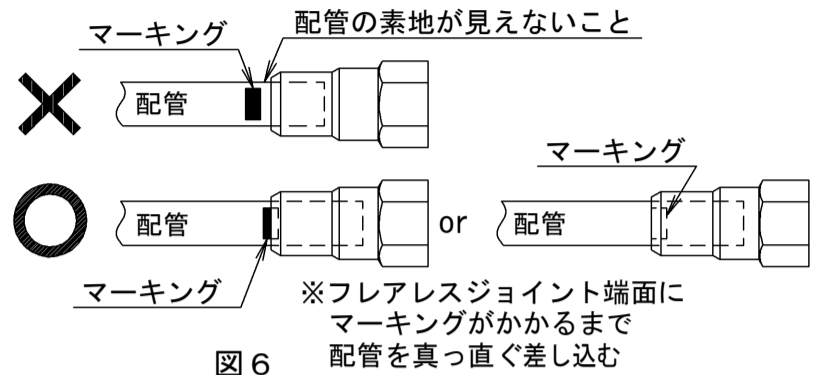

図6
- フレアレスジョイント端面にマーキングがかかるまで配管を真っ直ぐ差し込んでください。(図6参照)
作業前に必ずフレアレスジョイント端面にマーキングがかかるまで差し込まれているか再度確認してください。(図6参照)
- 締め付け後に⑥で差し込んだマーキングの位置(図6)が変わります。
- 図6のように配管の素地が見えていないか確認してください。見えている場合は、フレアレスジョイント部を切断して再度施工してください。